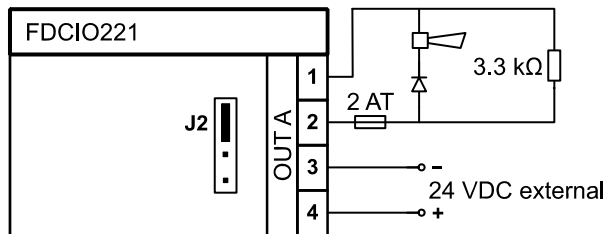
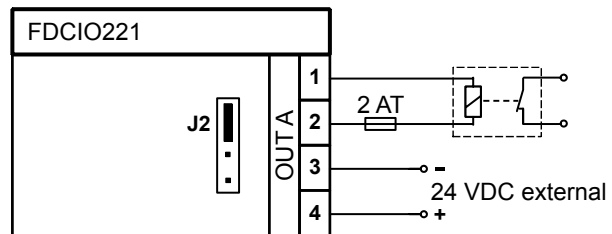

Рис. 9
Рис. 10
- Выход « нормальный режим работы » : Рис. 9
- Выход « инвертированный режим работы » : Рис. 10
- Внешнее питание 24 В пост.т. : Рис. 9/Рис. 10
4. Подключите перемычку к J1/J2, в зависимости от применения выхода, а также подключите дополнительные компоненты, как показано на Рис. 9, Рис. 10 или Рис. 11. Убедитесь в том, что в конце линии подключено сопротивление (Рис. 9).